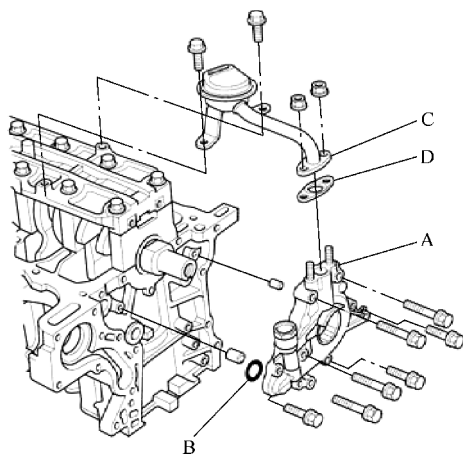

图 22-15 安装机油泵
2) 用新的 O 形圈 B 安装机油泵 A, 如图 22-15 所示。